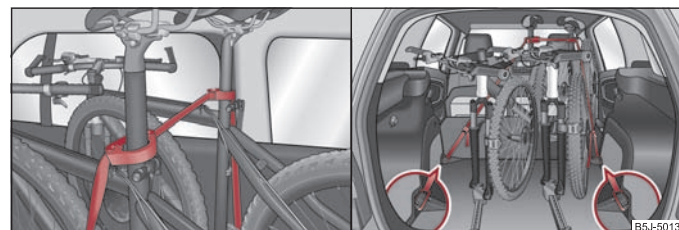

Fig. 71 Asigurarea bicicletei cu coliere / Asigurarea bicicletei cu o bandă
- Așezați colierul cu partea din cauciuc în față (în direcția de mers) cât mai jos posibil la tija șei și închideți colierul ⇒ fig. 71.
- În cazul transportării a două biciclete, prindeți centura ⇒ fig. 71 între tijele șeilor, împingând bicicletele unele în altele.